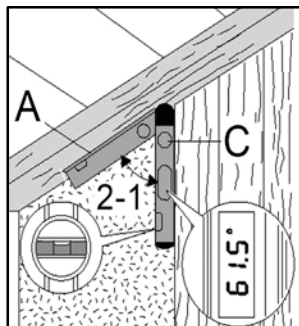

Fig. 2
Placez le bras repliable (A) et la base (C) à plat contre les deux surfaces qui forment l'angle (Fig. 2). Les mesures affichées correspondent à celles de l'angle interne (Fig. 2-1) entre la base et le bras repliable. Les mesures s'affichent à l'écran jusqu'à ce que le bras ou la base soit déplacé par rapport à l'autre.